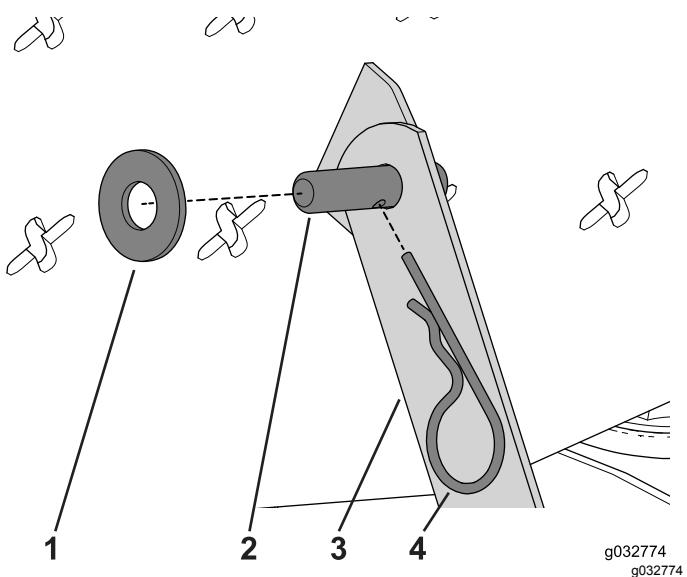

図 127
2. ワッシャとヘアピンを使って昇降アームを運転台上に固定する図 127。